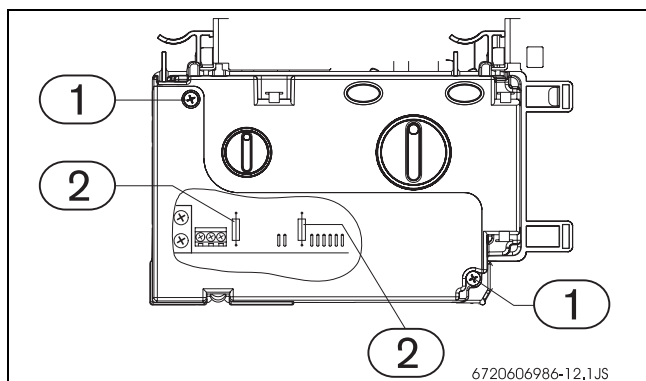

Fig. 23 Quadro comandi
- ▶ rimuovere le viti dello sportellino, presso il quadro comandi (→Fig. 23, [1]).
- ▶ Sostituire il/i fusibile/i (→Fig. 23, [2]).